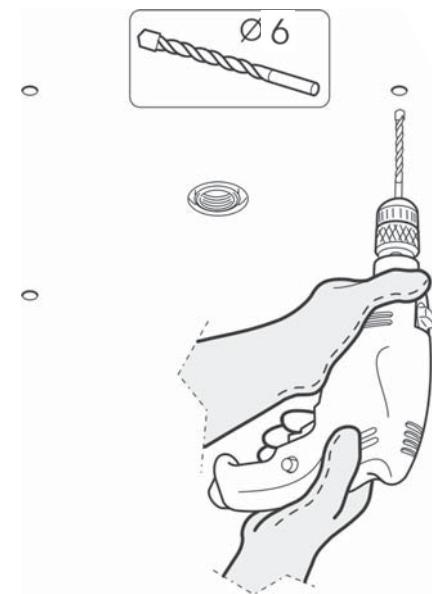

Fig. 2
- 2) Eseguire i fori a soffitto e montare i tasselli 2b (fig.2).
- 2) Make the holes in the ceiling and mount the expansion bolts 2b (fig.2).
- 2) Die Bohrungen an der Decke durchführen und die Dübel 2b montieren (Abb. 2).
- 2) Percer le plafond et introduire les chevilles (2b) (fig. 2).